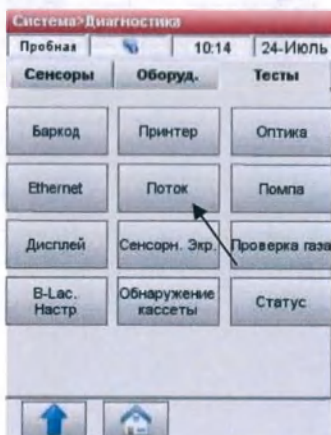

Рис.8-22 Тест потока
- Нажмите <Поток>, чтобы начать тестирование (Рис.8-22).